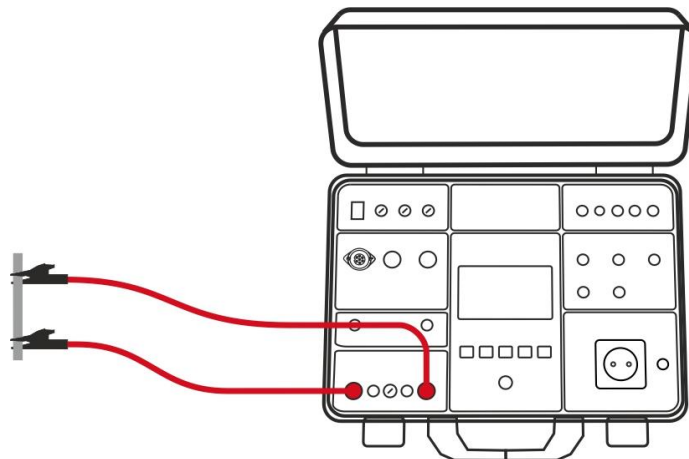

Fig. 26: Calibrazione terminali di misura
4. Collegare i terminali di misura alle boccole **RPE** e assicurarsi che due coccodrilli siano collegati il più vicino possibile l'uno all'altro e a una porzione di filo non isolato (vedere Fig. 26)